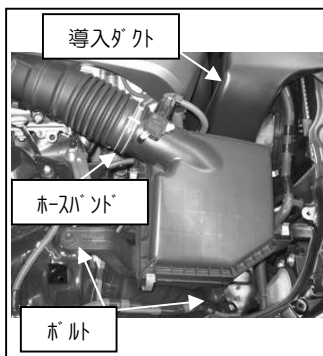

図2
- ②サクションホースのバンドを緩め純正クリーナーBOX 固定ボルトを緩め、エア導入ダクト、クリーナーBOXを取り外します。図2参照